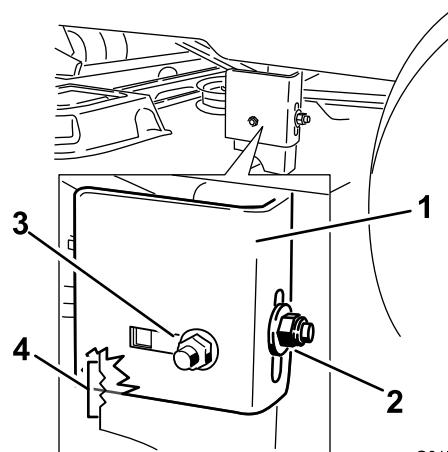
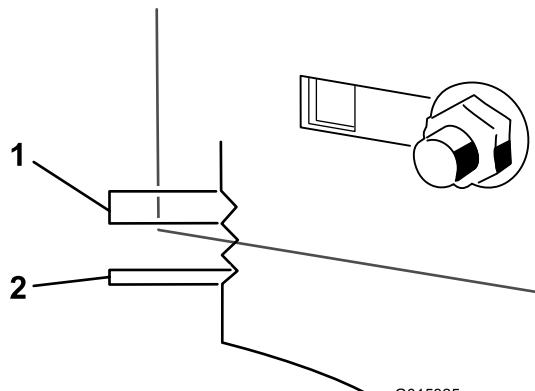

Figura 54
Figura 55
- Afloje la tuerca de bloqueo trasera de la pletina de suspensión (Figura 54).
- Afloje la tuerca de bloqueo lateral de la barra de soporte lo suficiente para permitir ajustar la barra (Figura 54). Utilice las muescas del soporte soldado para medir la cantidad de ajuste. Cada muesca completa equivale a 0.25 pulgadas, y un solo lado equivale a 0.125 pulgadas (Figura 55). Ajuste la carcasa de corte a la altura deseada.
- Cuando la carcasa esté en la posición deseada, apriete la tuerca de bloqueo lateral de la barra de soporte para fijar la posición nueva (Figura 54). Apriete la tuerca de bloqueo trasera de la barra de soporte.